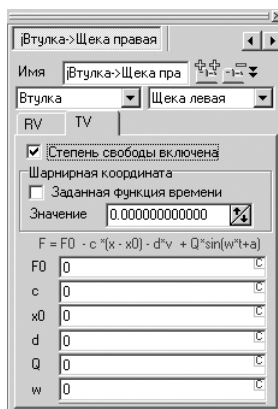

Рис. 2.57. Окно **Инспектор** после выделения в раскрытом списке **Шарниры** пункта **jВтулка->Щека правая**
- щелкните в Дереве элементов по пункту Шарниры, если он не раскрыт, а затем в раскрытом списке по пункту jВтулка->Щека правая. Появится соответствующее окно **Инспектор**, как на рис. 2.57;